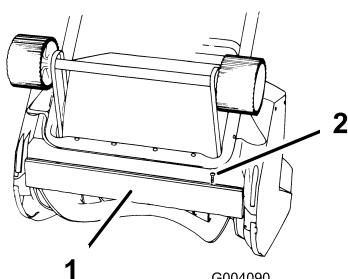

**Bild 14**
2. Halten Sie die Rotorblätter fest und drehen Sie die Rotorblätterwelle mit einem 5/16 Zoll Inbusschlüssel nach rechts (Linksgewinde) (Bild 14).